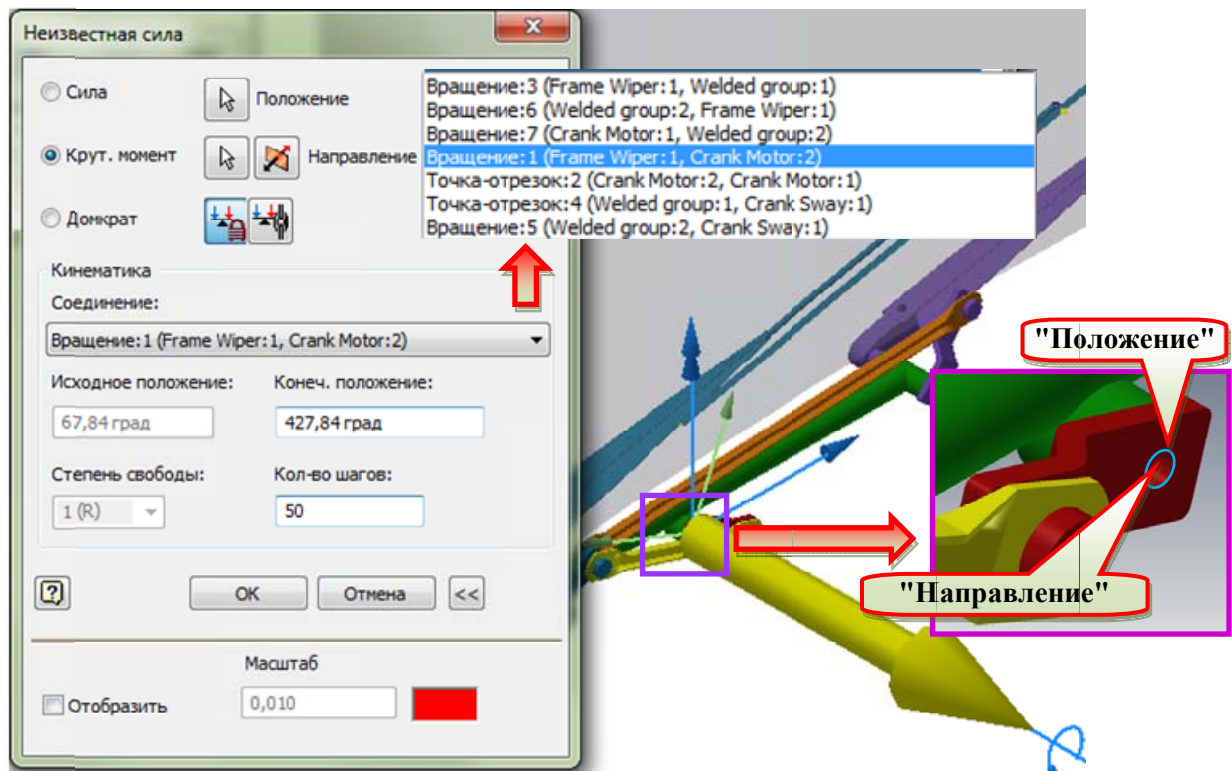

Рис. 8.3. Диалогове вікно команди "Неизвестная сила"
Після запуску команди з'являється діалогове вікно "Неизвестная сила" (рис. 8.3), у якому доступні наступні команди та параметри:
Визначимо максимальний статичний крутний момент на привідній ланці механізму ("Crank Motor.iam") (рис. 8.3) при дії двох сил на кожну із щіток (рис. 8.4)²¹.
- Запустити команду  "Неизвестная сила" і в діалоговому вікні "Неизвестная сила" (рис. 8.3):